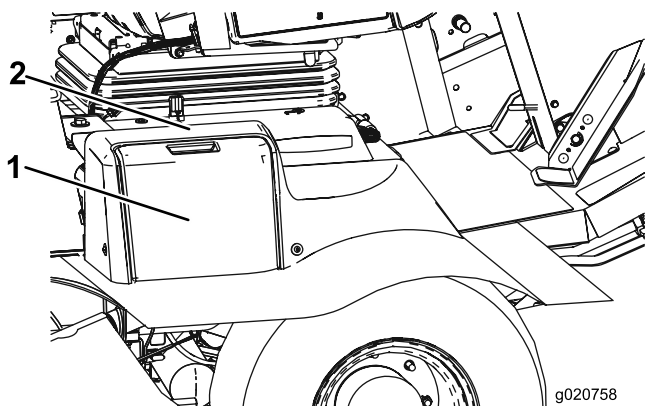

Figure 52
1. Ouvrez le couvercle de la batterie (Figure 52) sur le côté du carénage.
Remarque: Appuyez sur la surface plate au-dessus du couvercle de batterie pour en faciliter le retrait (Figure 52).